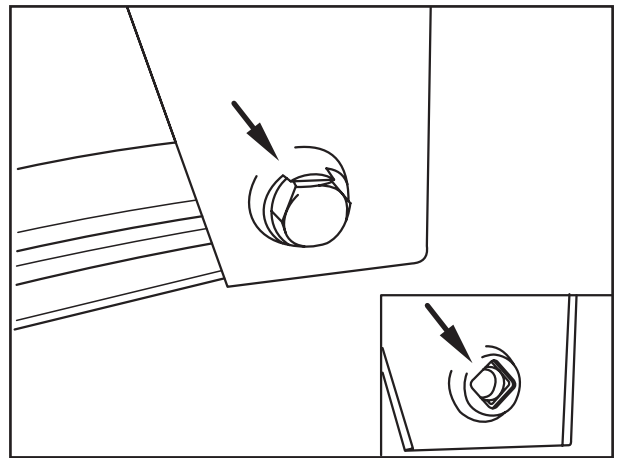

Fig. 13
- ☞ - Seit 1989 haben die Einschweißbuchsen in den Stahl-Stützen eine Verdrehsicherung für den Federbolzenkopf (Fig. 13/Pfeil).
- ☞ - Seit 1995 haben die Einschweißbuchsen eine Vierkant-Verdrehsicherung für den Federbolzenkopf (Fig. 13/Pfeil).
-  - Since 1989 the welded bushes in the steel hanger brackets have a locking device for the spring pivot bolt head (Fig. 13/arrow).
-  - The weld-in bushes have had a square anti-rotation lock for the spring bolt head (Fig. 13/arrow) since 1995.
-  - Depuis 1989 les douilles soudées placées dans les mains en acier comportent une sécurité de torsion d'axe de ressort (fig. 13/flèches).
-  - Depuis 1995, les douilles soudées comportent une sécurité de torsion carrée pour la tête du boulon de ressort (Fig. 13/flèche).